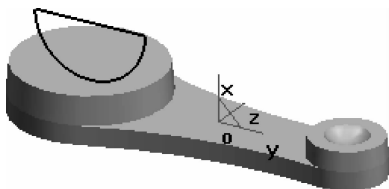

图 3-84 绘制大凸台用于旋转除料的草图
(15) 与绘制小凸台上用于旋转除料的草图和旋转轴相同的方法, 绘制大凸台上用于旋转除料的草图和旋转轴。具体参数: 等距线与大凸台上直线的距离为 20 mm, 圆的半径为 30 mm, 作图结果如图 3-84 所示。